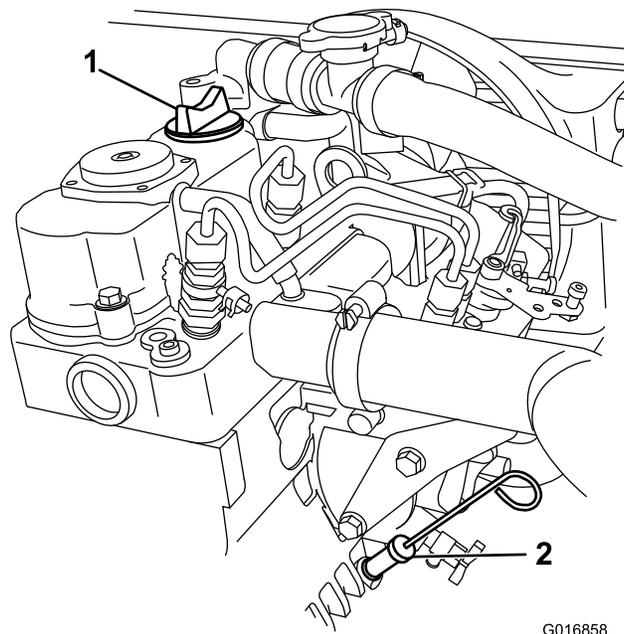

Figure 17
3. Avec un chiffon, nettoyez la surface autour de la jauge de niveau (Figure 17) pour éviter de faire tomber des impuretés dans le tube de la jauge et d'endommager le moteur.
5. Enfoncez la jauge au fond du tube (Figure 17).
6. Sortez de nouveau la jauge et examinez son extrémité (Figure 17).
7. Réinsérez la jauge d'huile au fond du tube de remplissage (Figure 17).